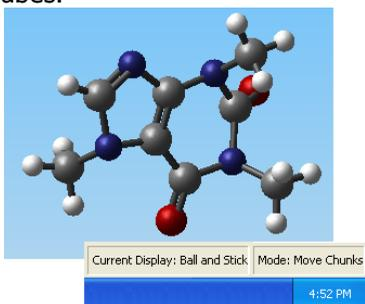

Рис.7. Атомное представление молекулы в режиме Ball and Stick.
**Ball and Stick (Шары и бруски).** При выборе Ball and Stick из Display Menu атомы и части будут отображаться в виде цветных сфер и их связей в виде тонких цилиндров (рис.7). Если не выделены атомы или части, то щелчок по этой кнопке изменит статус отображения модели (Model Display Status) на режим Ball and Stick. Все атомы или части автоматически перейдут в данный режим отображения.